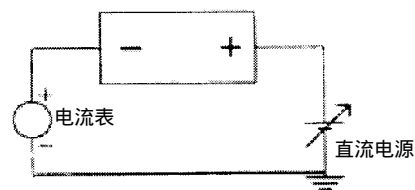

图 3. 接线图
1. 接线(见图 3)。将 12.5 至 40VDC(标称)电源接到正(+)端子, 在负(-)端子上接一只电流表。